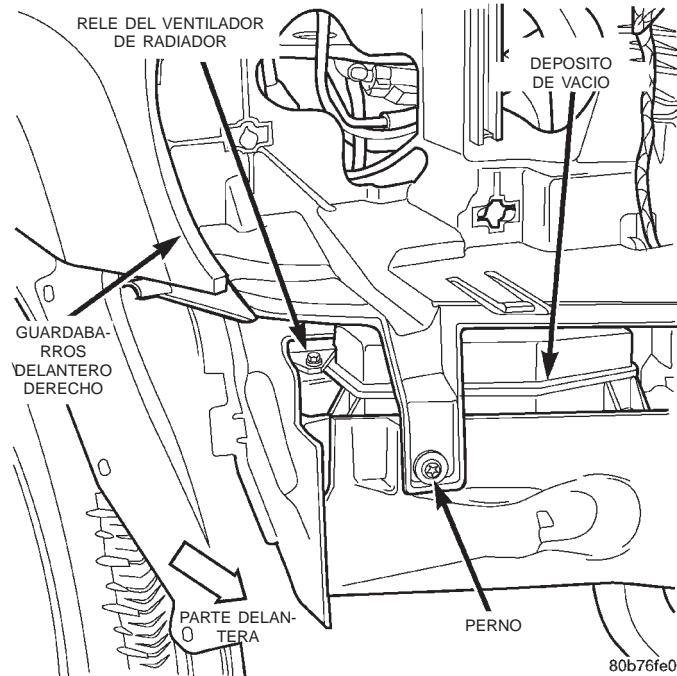
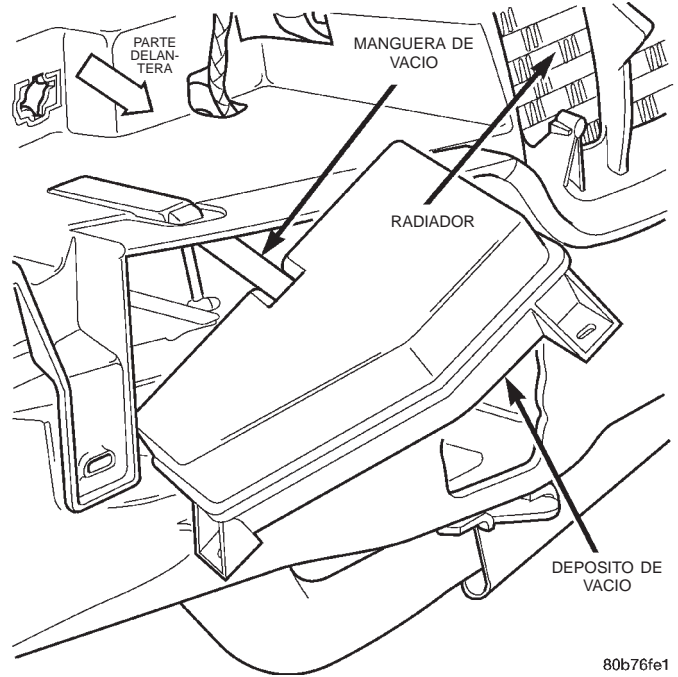

Fig. 8 Localización del depósito de vacío
Fig. 9 Desmontaje e instalación del depósito de vacío
El depósito de vacío está situado en la esquina delantera derecha del vehículo, detrás de la placa protectora delantera (Fig. 8).
(1) Retire el conjunto de parachoques delantero y parrilla.
(2) Retire 1 perno de sujeción cerca de la parte delantera del depósito (Fig. 8).
(3) Retire los 2 pernos de instalación del depósito.
(4) Retire el depósito del vehículo para tener acceso a la manguera de vacío (Fig. 9). Desconecte la manguera de la conexión del depósito en la parte trasera del depósito.